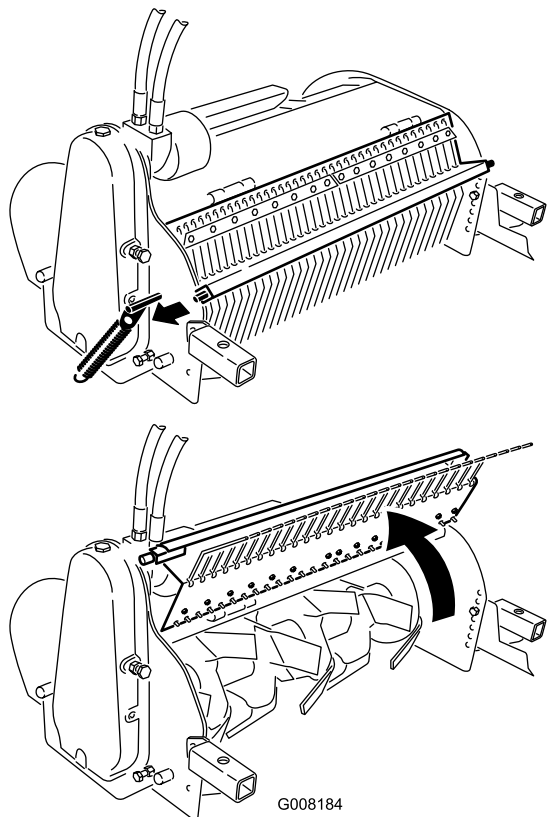

Figura 13
4. Levante e liberte o trinco de mola na lateral do cultivador (Figura 13).
5. Abra a cobertura dos dentes (Figura 13).